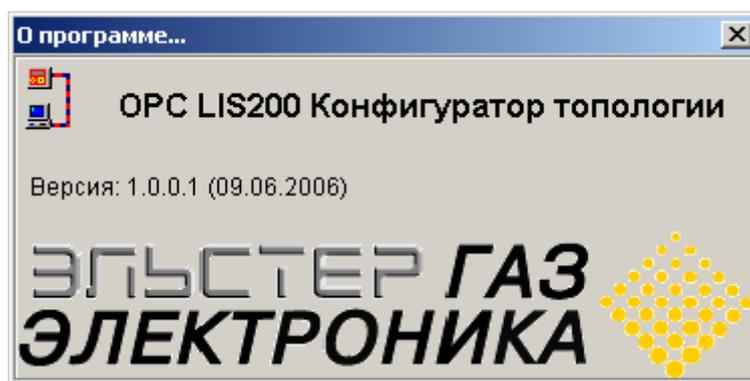

Рисунок 26
- “О программе” - открывает окно, содержащее сведения о программе (рис. 26).